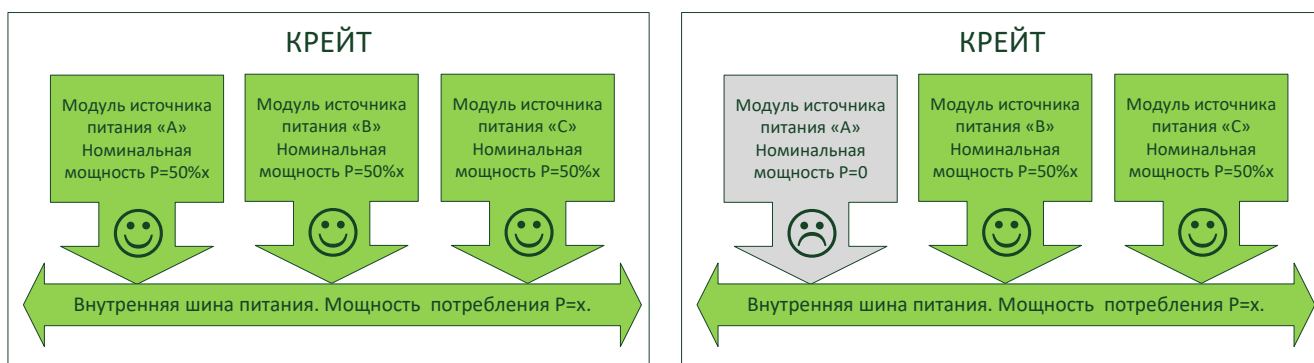

Рисунок 8. Схема с избыточным модулем источника питания
- схема с избыточным модулем ИП – когда в крейте присутствуют более двух модулей источника питания и выход из строя любого из них не приведет к дефициту мощности на внутренней шине питания контроллера (Рисунок 8).